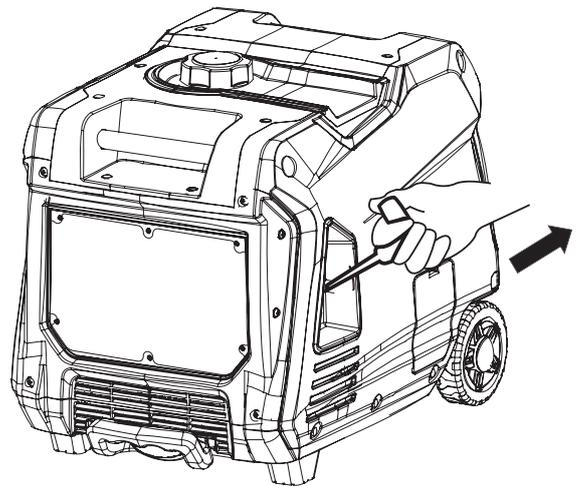

Figure 9: Tirez sur la poignée du démarreur à rappel
6. Saisissez fermement la poignée du démarreur à rappel et tirez lentement jusqu'à ce que vous ressentiez une résistance. À ce point, tirez rapidement sur la poignée (voir la figure 9).